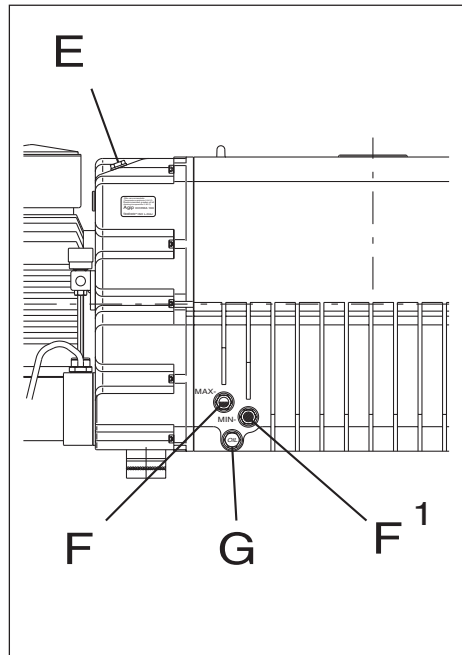

Fig.6
Eseguire il primo riempimento attraverso il tappo (E) sino alla metà dell'indicatore di livello massimo (F) e richiudere il tappo (E) (fig.6).
Carry out the first filling up through the plug (E) up to the half of the maximum oil level sight glass (F) and close the plug (E) (fig.6).
Please refer to figure 6.